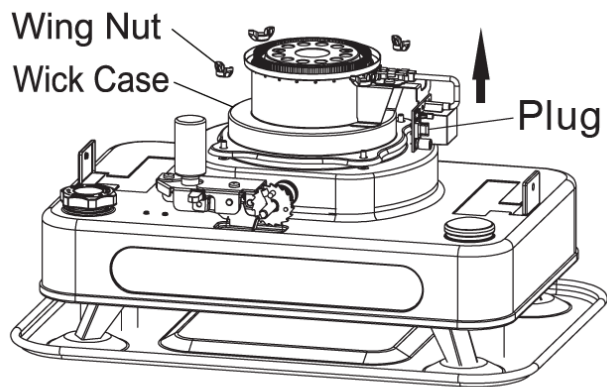

Fig.14
Ta bort botten av höljet genom att lyfta det bakifrån och luta det framåt för att frigöra trådjusteringen. Dra ut tändelektroden ur kretskortet (bild 14).
3. Ta bort veken genom att skruva loss de fyra vingmuttrarna moturs. (Bild 14)